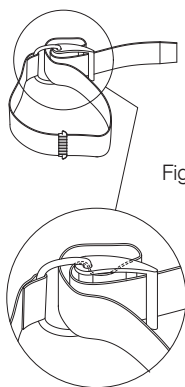
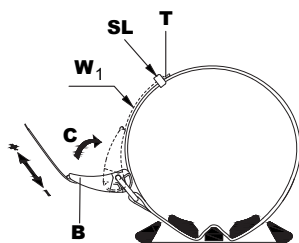

Fig. 2-4
Fig. 2-7
1. Rode a fivela até encaixar na posição aberta. Deslize a correia em torno da fivela de plástico como mostrado na figura (Fig. 2-4), molhe a faixa antes de prendê-la no lugar no tanque e ajuste o comprimento (Fig. 2-7).